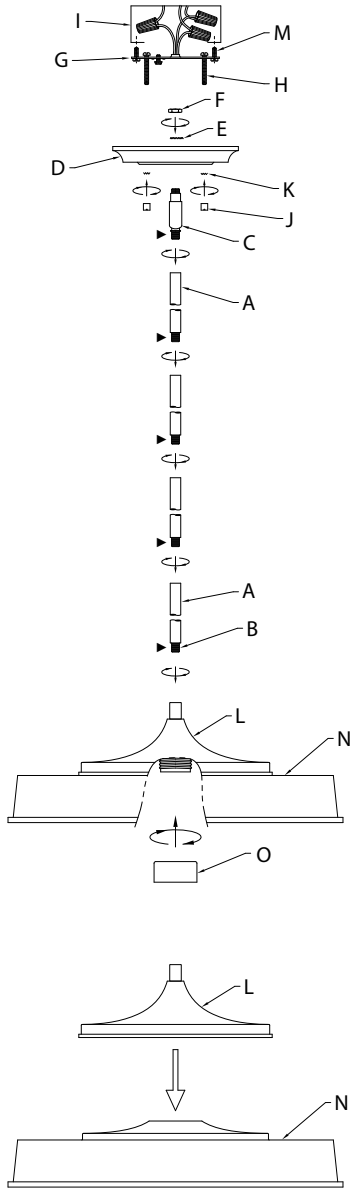

Fig. 1
- 1) Baje el cuerpo principal [L] hasta la pantalla [N], pasando con cuidado el portalámparas conectado al cuerpo principal a través del orificio en la parte superior de la pantalla (ver Fig. 1).